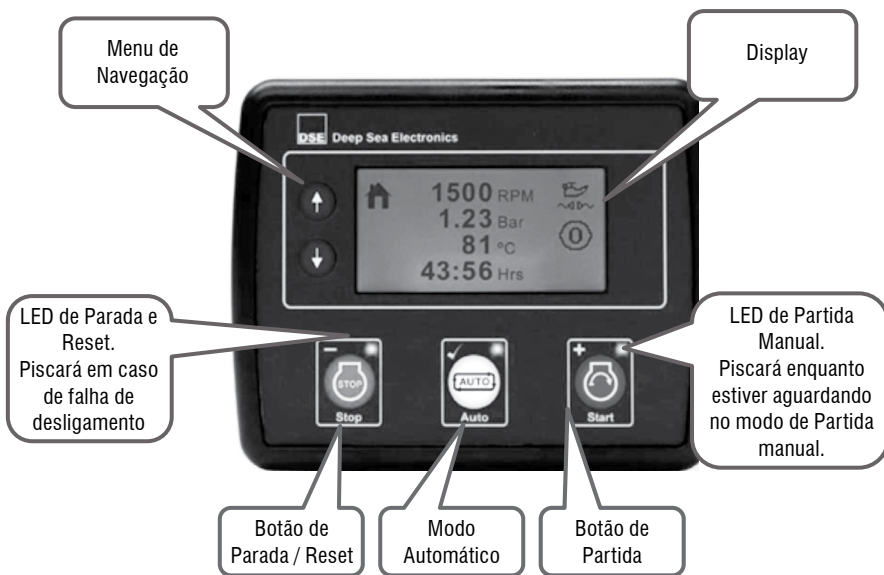

Figura 20
4. A bomba centrífuga deve estar afogada (possuir fluido na sua voluta) conforme figura 20. Segue configurações possíveis para escorva da bomba.